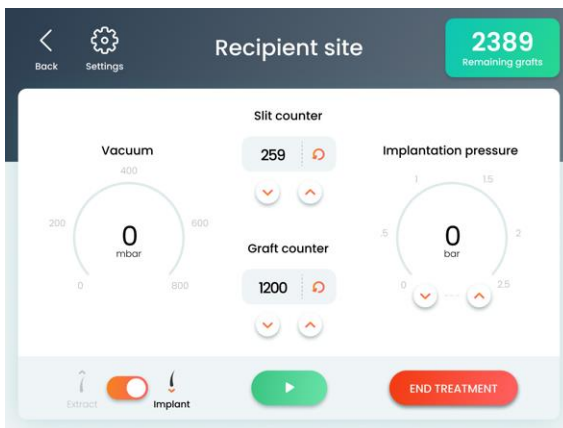

Figure 5-12. Écran Recipient Site Treatment (Traitement Site receveur) (en état Pause)
1. Vérifiez que l'écran Recipient Site Treatment (Traitement Site receveur) apparaît. S'il n'apparaît pas, à partir de l'écran Treatment (Traitement), basculez le **Selector Extract/Implant (Sélectionneur Extraction/Implantation)** sur **Implantation** ; l'écran Traitement Site receveur apparaît, comme illustré à la Figure 5-12.